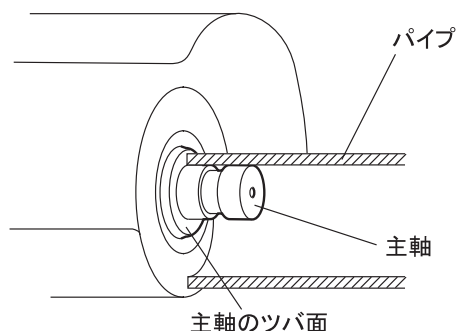

図12
① パイプのセット
- ・加工するパイプを主軸のツバ面に当たるまで差し込んでください。(図12)